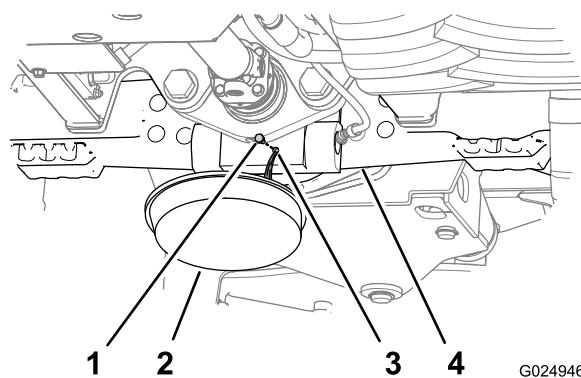
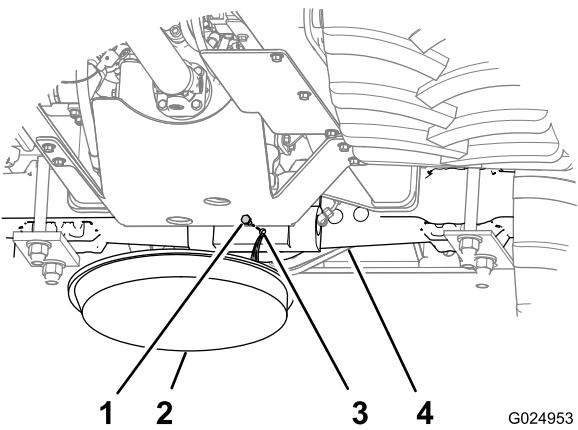

Figura 88
Figura 89
1. Posicione uma bandeja de drenagem sob a caixa do pinhão do eixo (Figura 88 e Figura 89).
2. Remova os bujões do orifício de nível e do orifício de drenagem da caixa do pinhão para os eixos (Figura 88 e Figura 89).